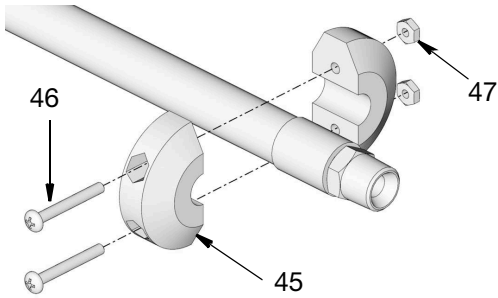

FIG. 14
- Remettre en place la butée à billes et la vanne de distribution (FIG. 14).
- Retirer le collier en C (A).